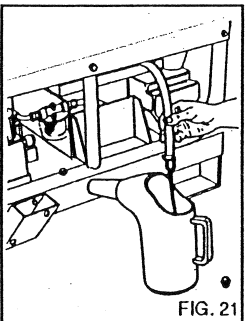

FIG. 21
1) Den Schlauch des Ölablaufs A herausziehen (Fig. 21).
2) Den Schraubverschluss des Schlauches B entfernen (Fig. 21).